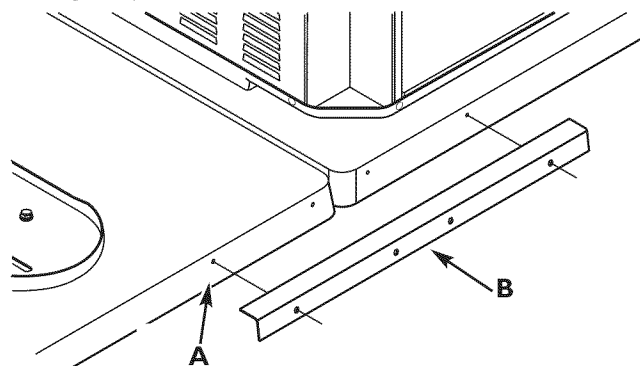

Figure 2 - Trous du berceau de montage et du support à angle
Confirmez que les trous déjà percés sur l'un et l'autre des berceaux de montage sont adjacents l'un avec l'autre (voir Figure 2).
2. Déposez un support à angle de 20 pouces (50 cm) contre l'un et l'autre berceaux de montage en alignant les trous du support avec les trous déjà percés du berceau, tel qu'illustré à la Figure 2.